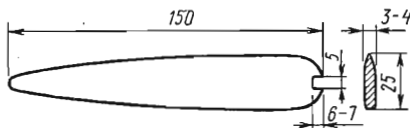

Рис. 13. Косточка
*Переpletная косточка* (рис. 13) служит для сглаживания фальцев тетрадей при сгибании печатных листов. Косточкой также расправляют кожу и ткани при крытье переpletных крышек, заправляют углы, приглаживают материал и обрабатывают готовую книгу (производят штриховку), придавая ей надежную форму.